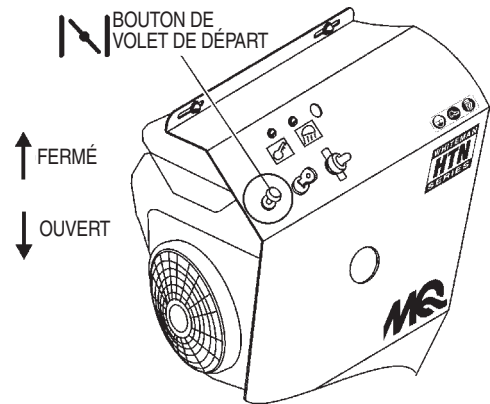

Figure 9. Bouton de volet de départ
2. Pour faire démarrer un moteur froid, tirer sur le bouton du volet de départ (figure 9), le cas échéant, pour l'amener à la position **fermée**. Par temps chaud ou lorsque le moteur est chaud, l'appareil peut démarrer avec le volet de départ à moitié ou complètement **ouvert** (moteur de 27 hp).